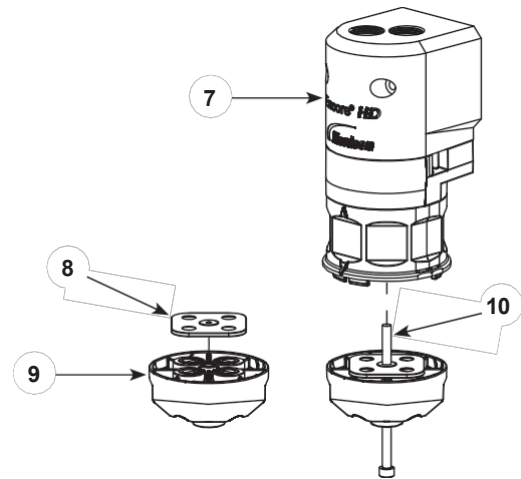

Figura 24 Asamblați garnitura și blocul Y inferior
3. A se vedea figura 24. Montați garnitura (8) peste blocul Y inferior (9), apoi înșurubați șurubul lung (10) prin blocul Y inferior și în carcasa supapei de strângere, blocul Y superior și colectorul de purjare. Strângeți șurubul la 25-30 in.-lb (2,8- 3,4 N•m).
6. A se vedea figura 24. După ce pompa este asamblată, strângeți complet șurubul lung (10) pentru a potrivi complet toate componentele.